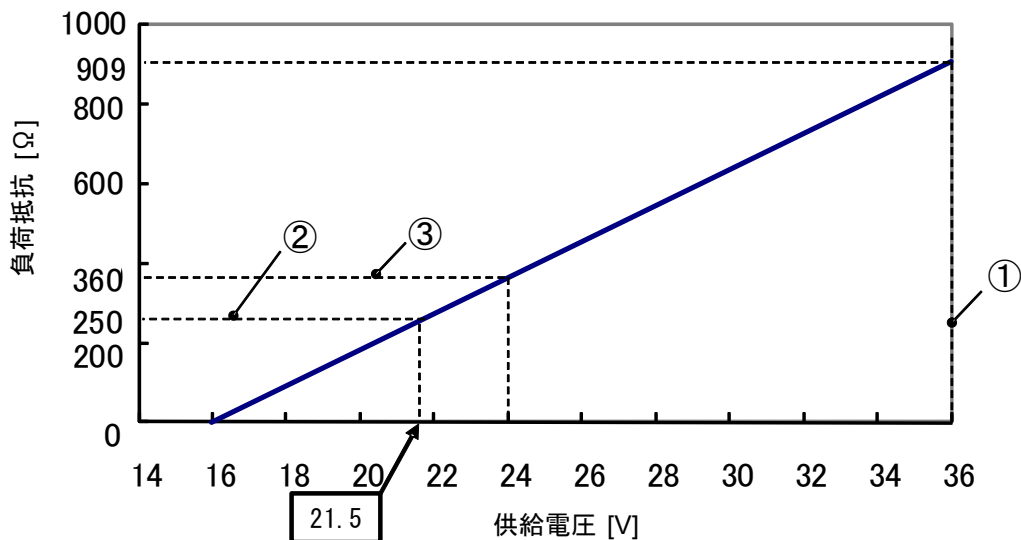

図 3. 3. 1 許容負荷抵抗と供給電圧
通常、HART モデムに使用される抵抗は 250Ω です。図 3. 3. 1 中の②で 250Ω 時の電圧 (DC21.5V) を示しています。また、図 3. 3. 1 中の③で DC24V 時の負荷抵抗値 360Ω を示しています。